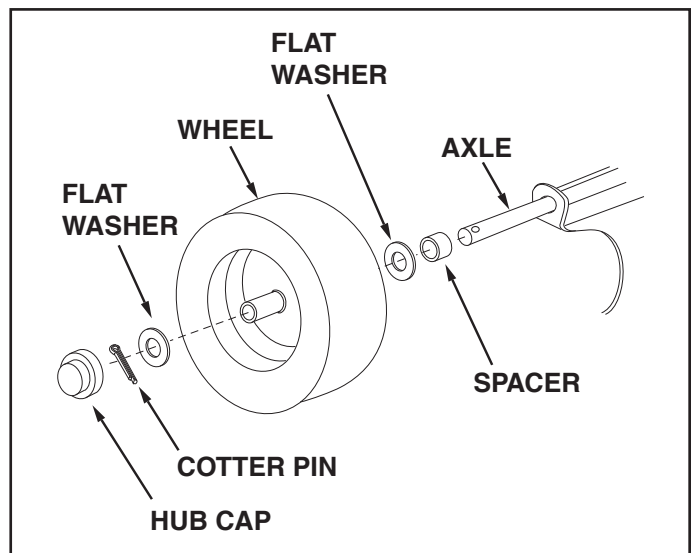

FIGURE 12
- Assemble a spacer, a flat washer, a wheel with the valve stem facing out, and another flat washer onto the axle as shown in figure 12. Secure the wheel on the axle with a cotter pin, spreading the ends. Assemble the hub cap by pressing it onto the flat washer. Repeat on other end of axle.
17. Montez une entretoise, une rondelle plate, une roue avec la tige de soupape faisant face vers l'extérieur, une autre rondelle plate sur l'essieu comme montré dans la figure 12. Fixez solidement la roue sur l'essieu au moyen d'une goupille, en écartant ses extrémités. Montez le chapeau de moyeu en l'appuyant par une pression sur la rondelle plate. Répétez la manœuvre sur l'autre extrémité de l'essieu.